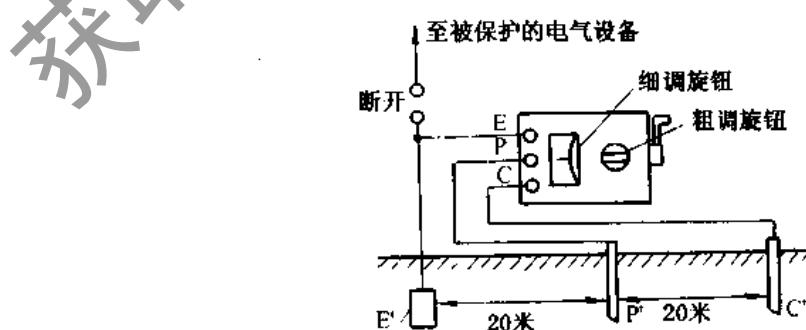

图9-30 用ZC-8测量仪测接地电阻
(1) 断开接地线与电气设备外壳之间的连接，如图9-30所示。